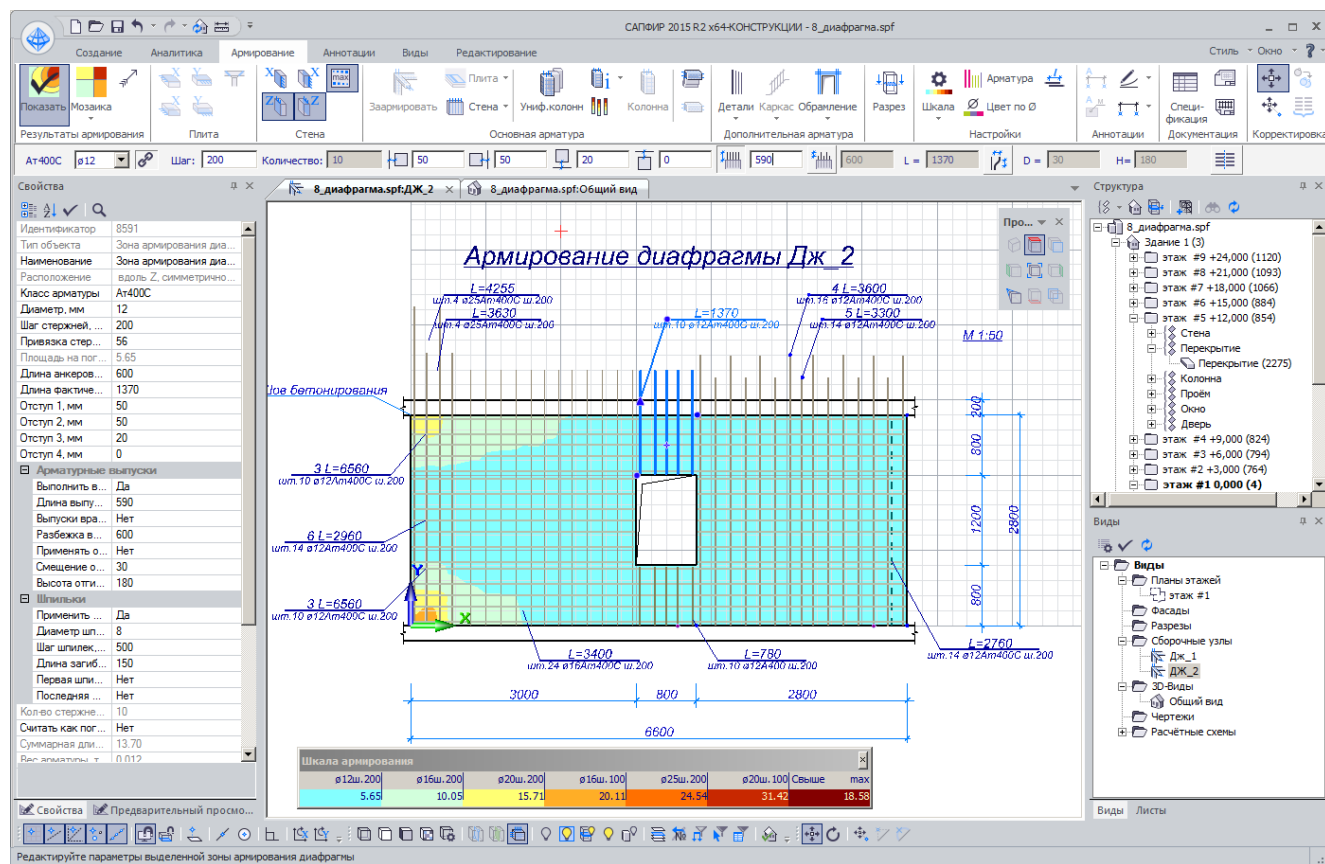

Рис.8.17. Редактирование длины выпусков для зоны армирования
Инструмент **Связать** устанавливает зависимость между диаметром и шагом стержней. Соответственно, при увеличении диаметра увеличивается и шаг арматурных стержней для обеспечения необходимой расчетной площади армирования. Увеличение шага происходит с определенным **модулем шага в зонах**, заданным в диалоговом окне **Настройки САПФИР** на закладке **Армирование** в блоке **Армирование стен** (рис.8.17). Увеличение и уменьшение шага стержней происходит в пределах конструктивных требований, заданных в этом же диалоговом окне (**расстояние в свету, min**; **расстояние в осях, max**).
- **Арматурные выпуски** - 590мм (рис.8.17).